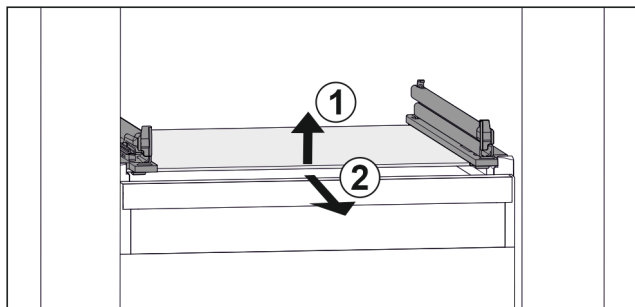

Fig. 137 Príklad zobrazenia sklenenej dosky
- Nadvihnite sklenenú dosku vpredu. Fig. 137 (1)
- Odoberte sklenenú dosku dopredu. Fig. 137 (2)